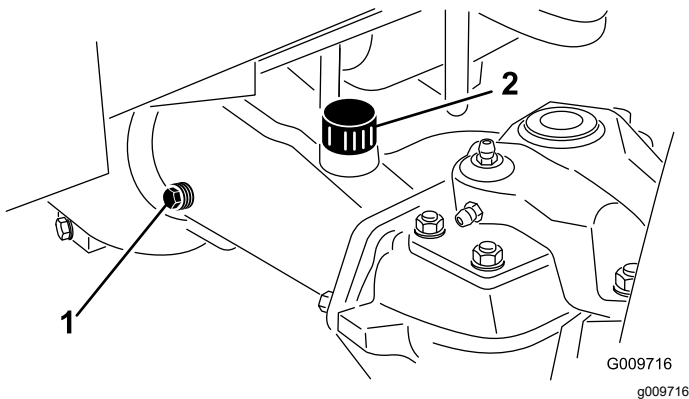

Figura 93
2. Retire o tampão de verificação que se encontra numa das extremidades do eixo (Figura 93) e certifique-se de que existe óleo até ao fundo do orifício. Se o nível estiver baixo, retire o tampão de enchimento (Figura 93) e adicione óleo suficiente para o nível de lubrificante subir até ao fundo dos orifícios do tampão de verificação.